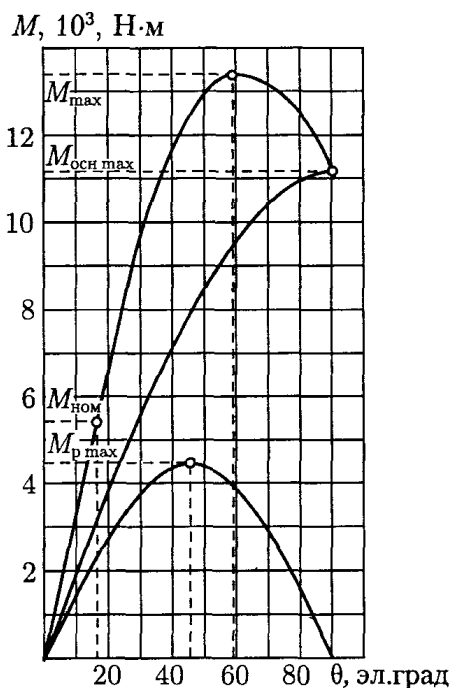

Рис.3.1. Угловые характеристики синхронного генератора
10. По результатам расчетов построены угловые характеристики синхронного явнополюсного генератора (рис. 3.1).